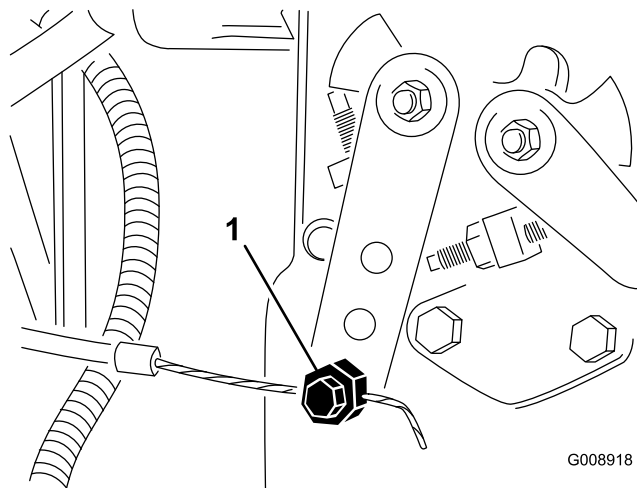

Figura 57
2. Allentate il raccordo del cavo dell'acceleratore sulla leva della pompa di iniezione (Figura 57).